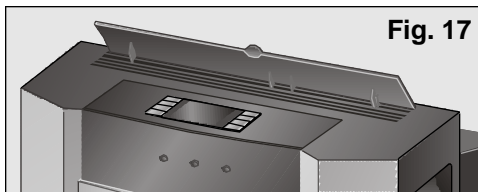

Fig. 17
- Alzate l'orientatore dell'aria situato nella parte superiore dell'apparecchio, **Fig. 17**.